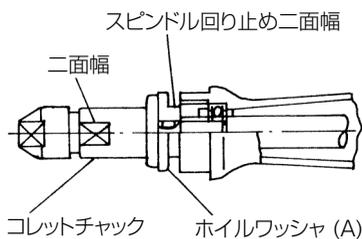

図 5
コレットチャックの取付けは図 5 のホイルワッシャ (A) のスピンドル回り止め二面幅に片口スパナ (21 mm) をさし込んでスピンドルの回るのを止め、コレットチャックをスピンドルにねじ込み、コレットチャックの二面幅に片口スパナ (13 mm) をさし込み締付けてください。